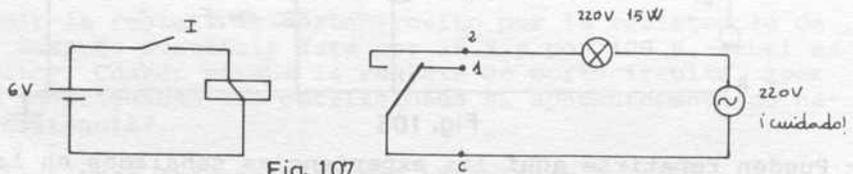

Fig. 107
- Realizar el siguiente montaje (fig.107)